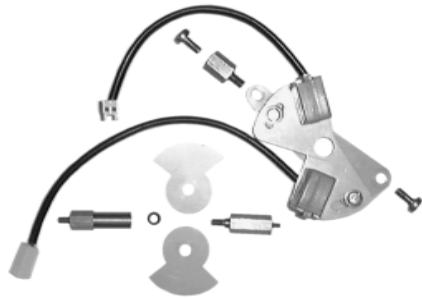
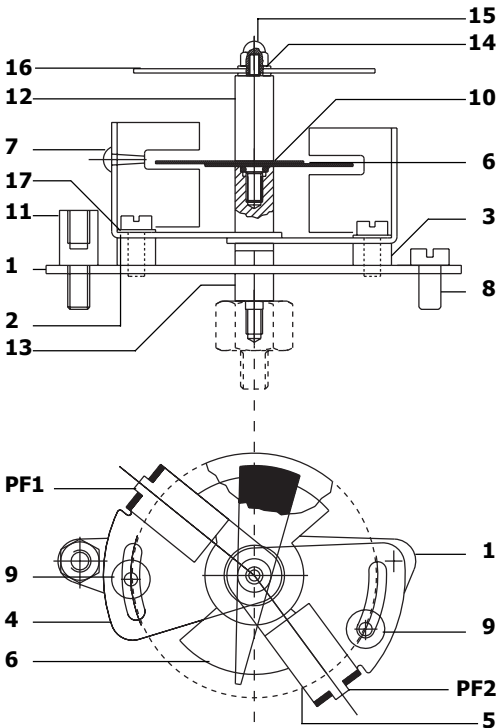

Fig. 6 Componentes do conjunto de interruptores
Fig. 7 Montagem geral
4.3.1 Para montar o conjunto de interruptores consulte a Fig. 6 para os componentes e a Fig. 7 para a montagem.